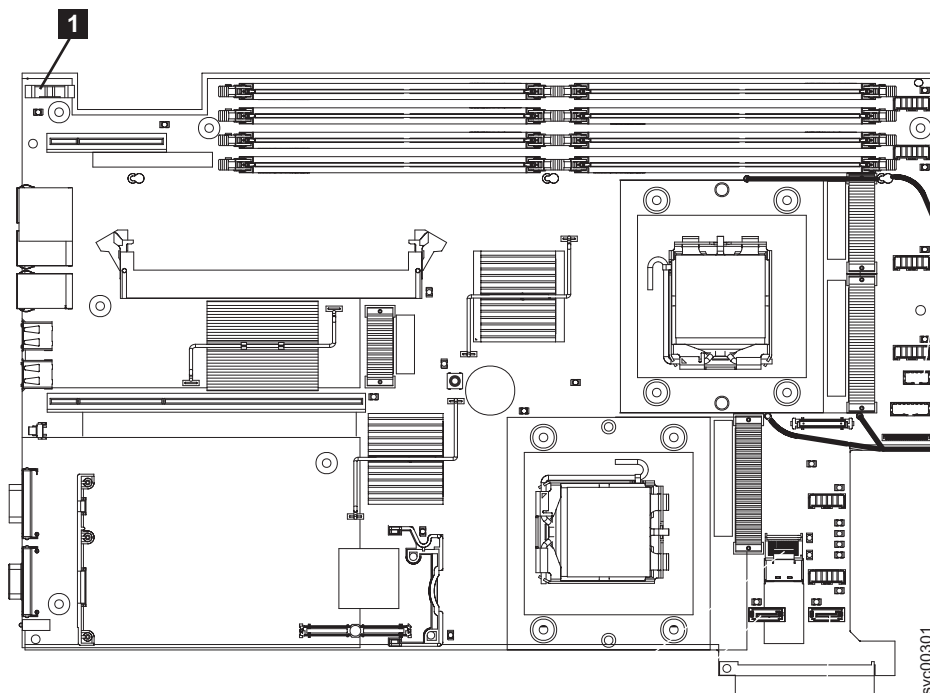

図 137. SAN ボリューム・コントローラー 2145-8G4の CMOS バッテリー・ホルダーの位置
2. システム・ボード上のバッテリーを見つけます。484 ページの図 137には、バッテリーの位置 (1) を記載してあります。